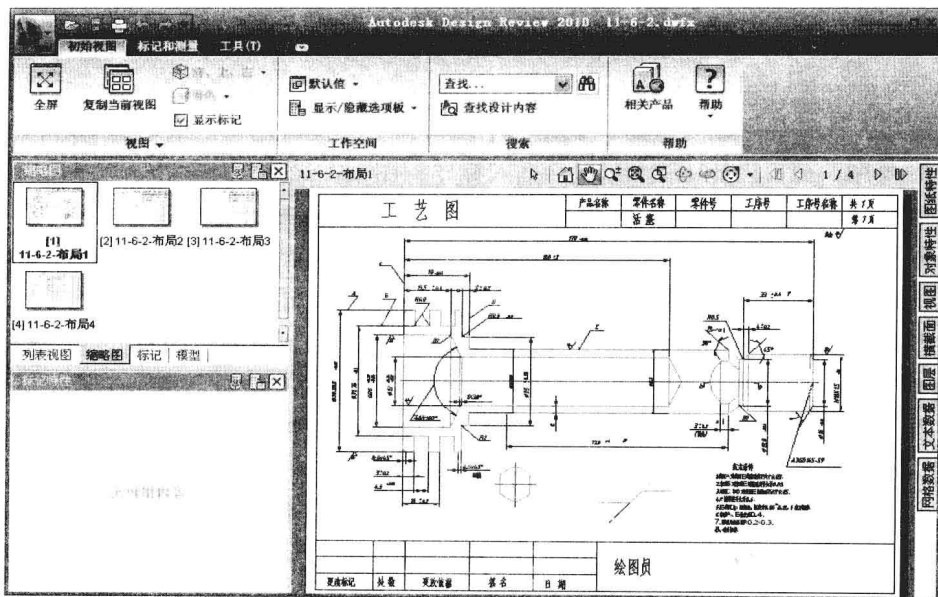

图 10-5-5
(8) 此时打开 Autodesk DWF Viewer 浏览器观察或打印图纸，如图 10-5-5 所示。